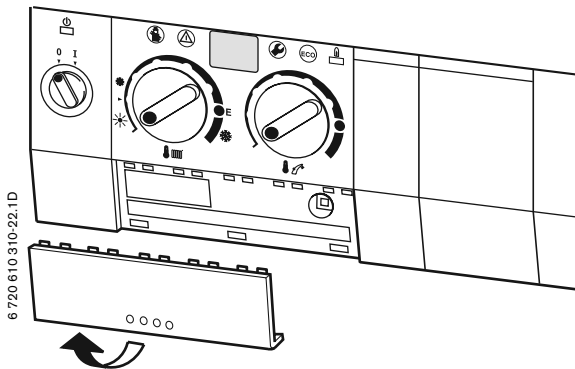

Fig. 39
- Ai fini della protezione elettrica contro eventuali spruzzi d'acqua (IP), la posa del cavo è da eseguirsi mediante apposito passacavo, con foro di diametro corrispondente.
- Aprire la centralina elettronica di comando (vedi pag. 24, fig. 39 e 40).